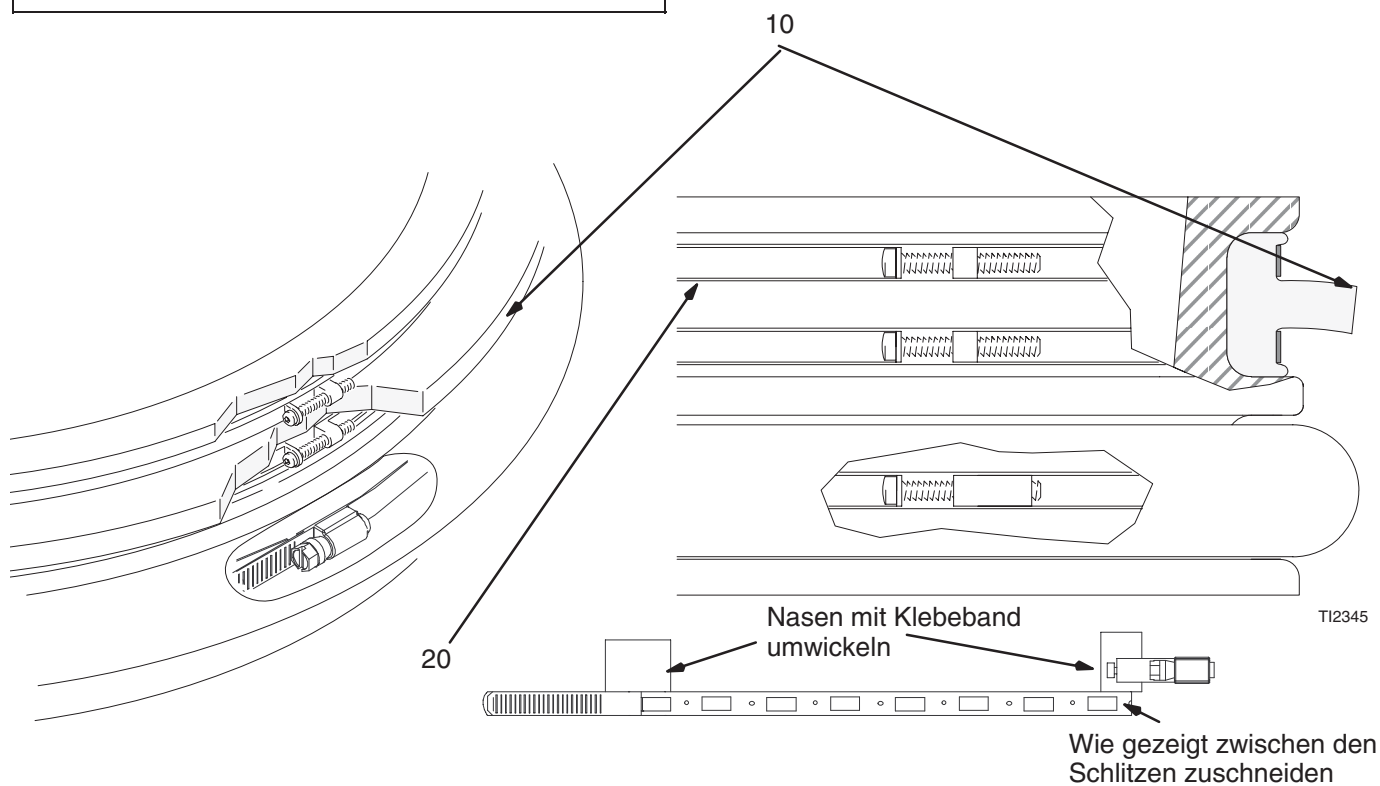

Abb. 2
1. Den T-Abstreifring über die Plattengruppe ziehen. Den T-Abstreifring (10) wie in Abb. 2 gezeigt nach unten zur oberen Rille des Ringes rollen.
2. Das erste obere Band (20) über den Abstreifring geben und in die obere Rille des Abstreifrings setzen.
6. Das Band wie in Abb. 2 zusammenbauen und zuschneiden ausrichten.